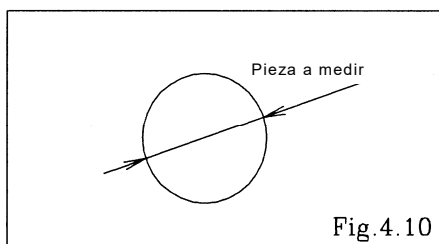

Fig.4.10
- Válvula esférica [Fig. 4.10]